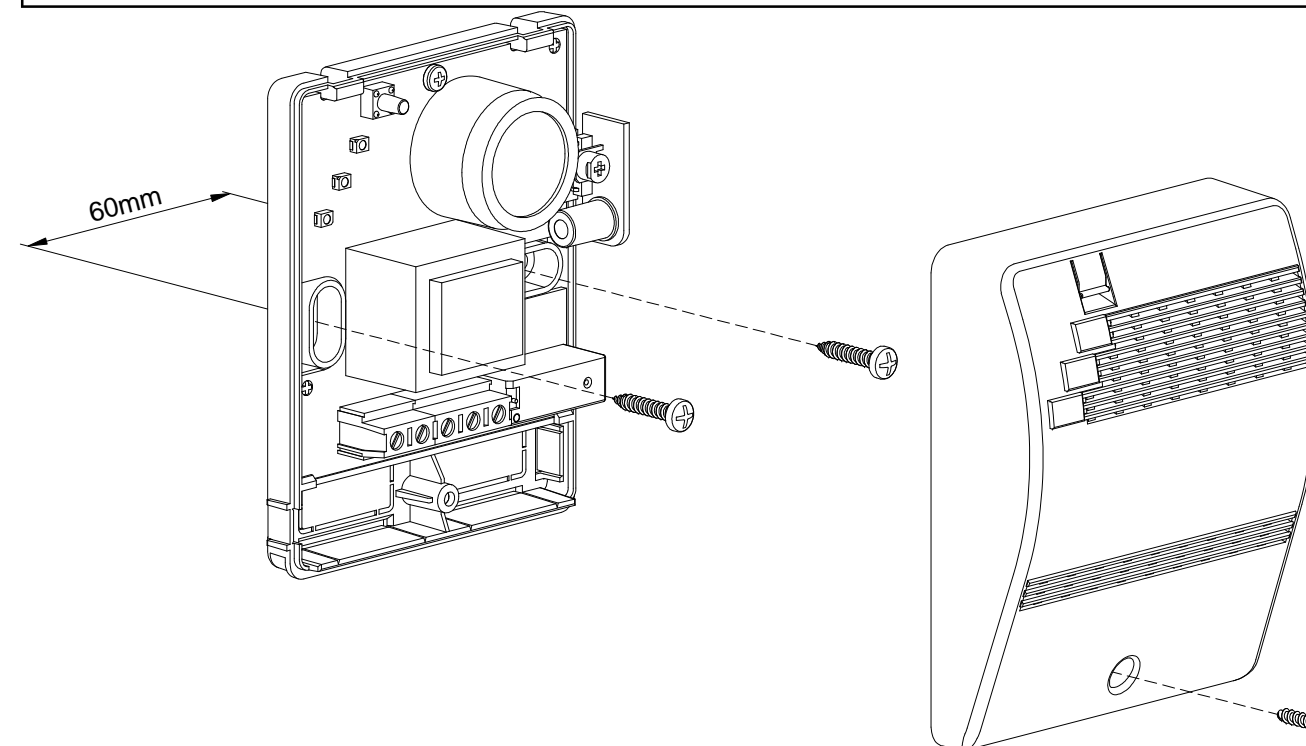

Fig. 2: Exemple d'installation du BEAGLE plus -.
3. Retirer le boîtier selon les indications de la Fig. 2.
la partie frontale. (Fig. 2).